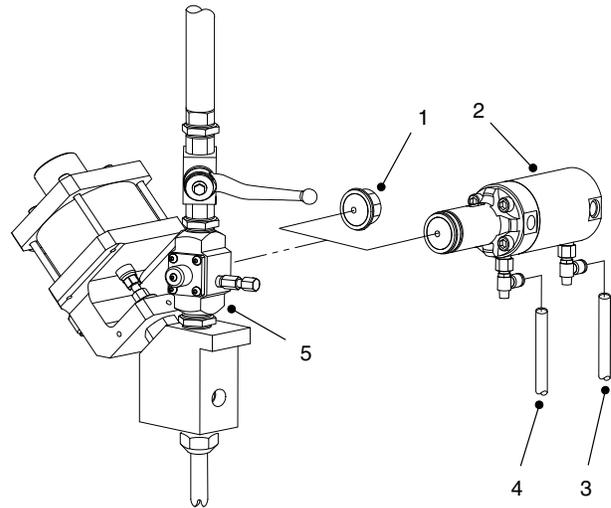

Abb. 2 Luftinjektor installieren
1. Siehe Abb. 2. Den Stopfen (1) vom Luftinjektions-Verteilerblock (5) abnehmen. Sicherstellen, dass der O-Ring in der Nut im Verteilerblockgehäuse bleibt.
2. Den O-Ring und das Gewinde des Luftinjektors (2) mit Allzweckfett fetten.
3. Den Luftinjektor (2) auf dem Verteilerblock (5) installieren und handfest anziehen.
1. Siehe Abb. 2. Den Schlauch von Ausfahr- (1) und Rückziehanschluss (2) abnehmen.
2. Den Luftinjektor (2) vom Verteilerblock (5) abnehmen. Allzweckfett im Bereich des Rückschlagventils im Anschluss auftragen.
3. Den Stopfen (1) am Verteilerblock (3) installieren und gut festziehen.